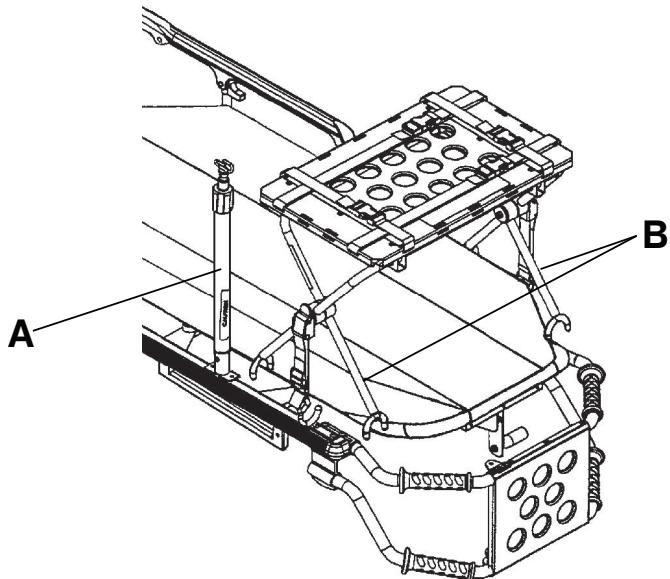

Figure 18 – Élever le support de perfusion et positionner le plateau porte-défibrillateur (modèle 6506 illustré)
3. Si le produit est muni d'un support de perfusion, éléver le support (A) à la position élevée (Figure 18).
5. Positionner les pieds intérieurs (B) du plateau porte-défibrillateur vers le côté tête du produit (Figure 18).